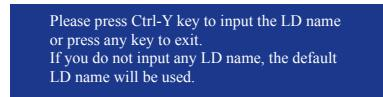

図 6
5. <Ctrl>+<Y>キーを押して情報を保存します。図 6のメッセージが表示されます。<Ctrl+Y>を押して矢印名を入力します。矢印名を入力しない場合、既定値の矢印名が使用されます。